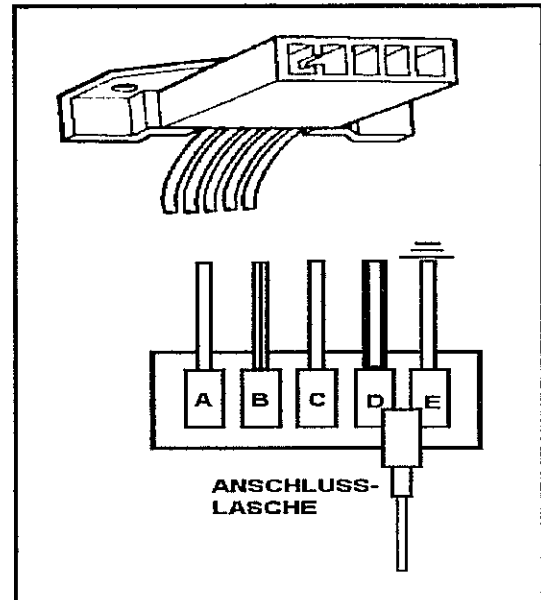

Abb. 5-10 Masseanschluß der Klemme TEST
-- Überbrückungskabel. Die Kabel werden zum Überbrücken der diversen Stromkreise oder Leitungen an bestimmten Einrichtungen benötigt. Beim Prüfen eines Anschlusses am Elektronischen Steuergerät werden die Kabel in Verbindung mit den Anschlußblaschen verwendet. Siehe Abb. 5-10.